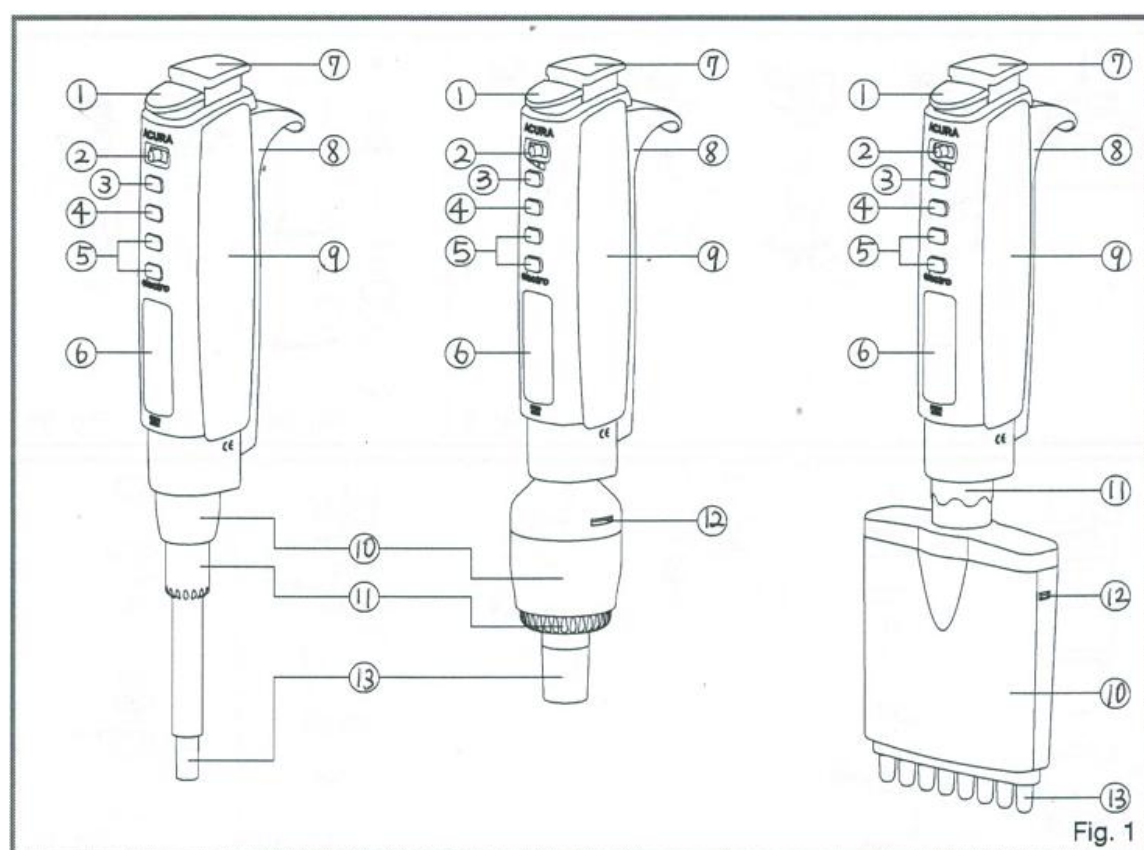

Fig. 1
- (A) アキュラエレクトロ電動ピペット
- (B) 3 本掛充電スタンド(320.903.48)
- (C) 充電器(900.901.48U)
- (D) 交換用バッテリー(900.920.48)
- (E) 充電状態確認用 LED
- (F) バッテリー専用充電スタンド(320.913.48)
3.1 本体各部の名称 (Fig. 1)
① スタートボタン	2段階にボタンを引き下げてコントロールします
② 3段階スピード切り替えスイッチ	スイッチをスライドさせ、3段階に分注スピードを変更できます
③ Mode キー	<ul style="list-style-type: none"> ● ピペッティングモードの選択 ● タクティルモード時の吸入 ● ディスプレイ表示切替選択 ● 初期校正(分注モジュール変更時に使用)
④ Set キー	選択を確定する場合や分注の中止時に使用
⑤ 選択キー(+と-)	「分注モジュールの選択」「校正」「容量設定」「左右表示切替」「サイクルカウンター」「攪拌モード」時に使用
⑥ LCD ディスプレイ	ディスプレイ詳細は「ディスプレイの項」を参照
⑦ イジェクターボタン	チップを取り外す時に使用
⑧ バッテリー	交換可能なハンドル付きバッテリー(900.920.48)
⑨ 制御部	ピペット上部本体
⑩ 分注モジュール	下部分注モジュール